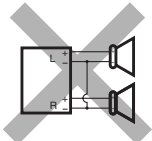
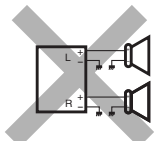
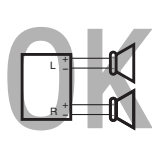

Fig. 1
Fig. 2
Fig. 3
- If the speaker wiring in your car is as illustrated in Fig. 1 and Fig. 2 below, **DO NOT** connect the unit using that original speaker wiring. If you do, the unit will be seriously damaged. Redo the speaker wiring so that you can connect the unit to the speakers as illustrated in Fig. 3.
- If the speaker wiring in your car is as illustrated in Fig. 3, you can connect the unit using the original speaker wiring in your car.
- Si el conexionado de altavoz de su automóvil es como se indica en las Figs. 1 y 2 de abajo, **NO** conecte la unidad utilizando ese conexionado de altavoz original. Si lo hace, se producirán daños graves en la unidad. Vuelva a efectuar el conexionado de altavoz de manera que pueda conectar la unidad a los altavoces de la manera indicada en la Fig.3.
- Si el conexionado de altavoz de su automóvil es como se indica en la Fig. 3, podrá conectar la unidad utilizando el conexionado de altavoz original de su automóvil.
- Si le câblage des enceintes de votre voiture est réalisé comme montré sur la Fig. 1 ou Fig. 2 ci-dessous, **NE** CONNECTEZ PAS l'appareil en utilisant ce câblage original d'enceintes. Si vous le faites, l'appareil sera sérieusement endommagé. Recommencez le câblage des enceintes de façon que vous puissiez connecter l'appareil aux enceintes comme montré sur la Fig. 3.
- Si le câblage des enceintes de votre voiture est comme montré sur la Fig. 3, vous pouvez connecter l'appareil en utilisant ce câblage original d'enceintes pour votre voiture.